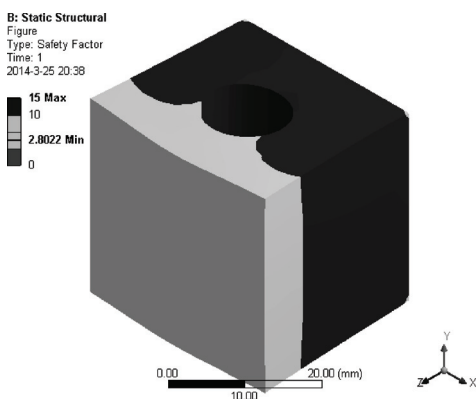

图 6-43 B 项目整体安全系数等值线云图
14) 同样操作得到 B 项目的整体安全系数等值线云图, 如图 6-43 所示。